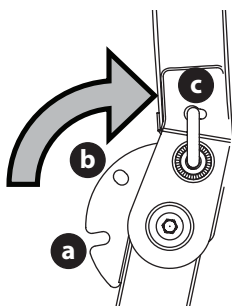

Figure 5
2. Placez la structure de protection à la position désirée (Figure 5).
NOTE : La structure peut être placée à la position de transport (a), la position de transport avec bac récupérateur (b) ou celle d'utilisation (c) (Figure 5).